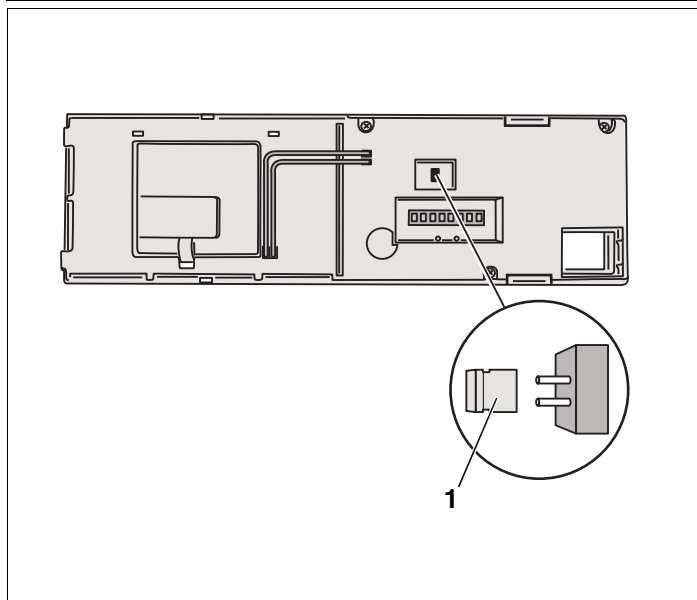

Fig. 24 Parte posterior del controlador básico BC10
- Dado el caso, desconecte el puente (→ fig. 24, [1]) si se necesita limitar la potencia de la caldera.